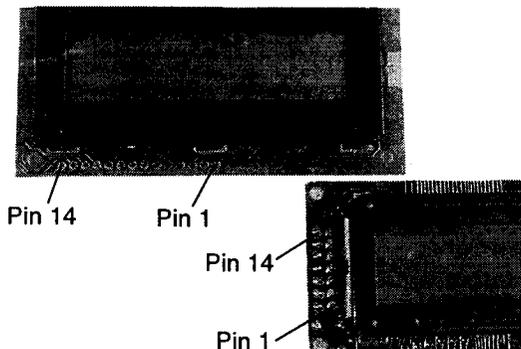

Figura 2.25. Configuración de pines de los módulos LCD
- La figura 2.25 muestra dos tipos de configuración de pines que se encuentran comúnmente, aunque cambian su ubicación, estos conservan las mismas funciones. Algunos módulos LCD tienen luz posterior o "backlight", para mejorar su visualiza-